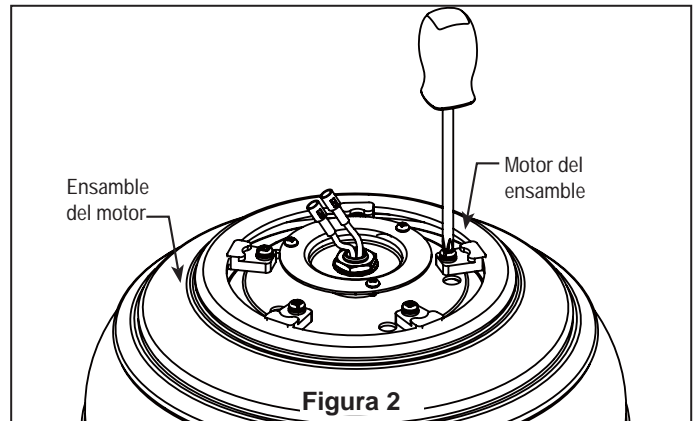

Figura 2
2. Retire y deseche los toques del motor del ensamble del motor quitando los tornillos. (Figura 2)